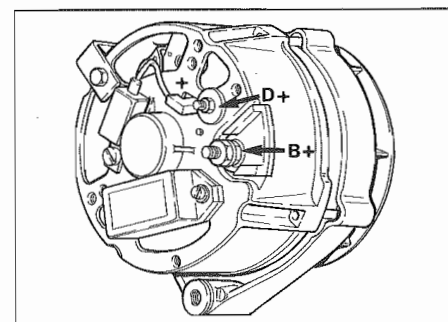

Fig. 23 - Alternatore
- Allacciare il voltmetro tra D+ e massa (**Fig. 23**): a 2000 deve indicare 13,5 V — 14,6 V; il regolatore è difettoso se vengono indicati 14,6 V o più.
- Connect voltmeter between D + and ground (**Fig. 23**): at 2000 it must indicate 13.5 V — 14.6 V; the regulator is faulty if 14.6 V or more are indicated.